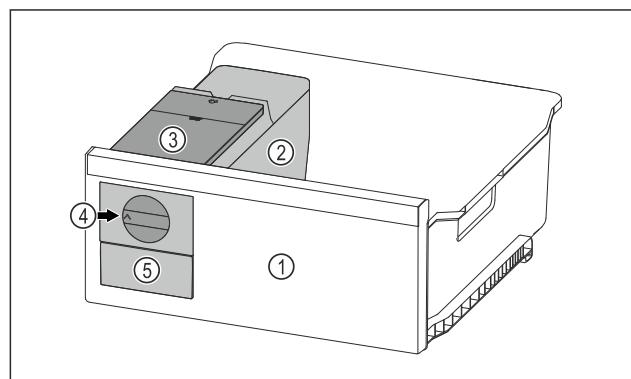

Fig. 108 Примерное изображение
- Поверните поворотную кнопку Fig. 108 (4) по часовой стрелке до упора.
- Кубики льда упадут из ванночки для кубиков льда в выдвижной ящик для кубиков льда Fig. 108 (5). Если не все кубики льда извлекаются из ванночки для кубиков льда: